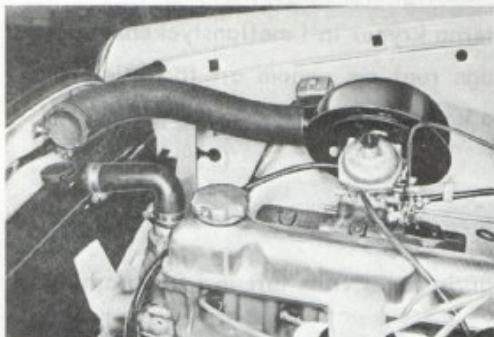
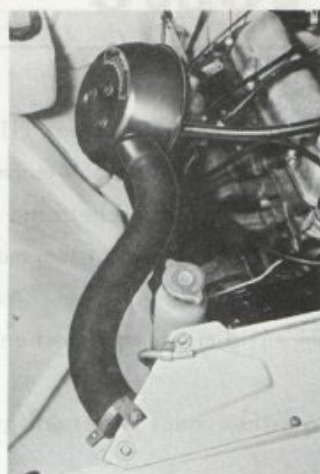

Bild 1. Sommarinställning
Bild 2. Sommarinställning
Borra ett hål, Ø 8,5 mm, i vagnens frontplåt enligt bild 1 (P 120-serien) och bild 2 (Volvo 140-serien).
A. Sommarmontering. (Bild 1 resp 2 för P 120-serien resp Volvo 140-serien)